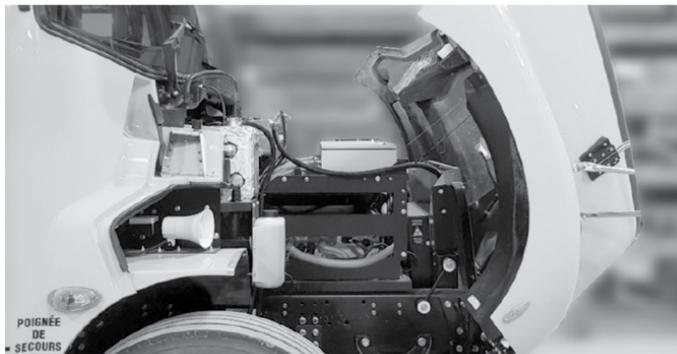

Figure 25 - Capot ouvert
3. Ouvrez complètement le capot. **(Figure 25)**